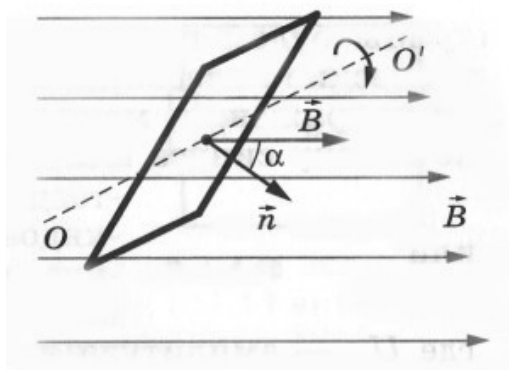

Рис. 5
- скорости пересечения проводником магнитных силовых линий и угла наклона проводника (рис.5) по отношению к силовым линиям постоянного магнита \sin угла альфа между направлением движения проводника и направлением магнитных силовых линий поля.